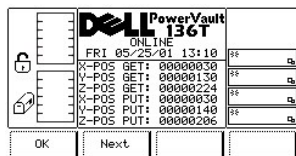

Figure 17. Status > Library > Slot > Dialogue X, Y, Z Position Slot
- 1 Si la touche de fonction **Next** est enfoncée, le dialogue Reserved Slot s'affiche. Reportez-vous à la Figure 17.